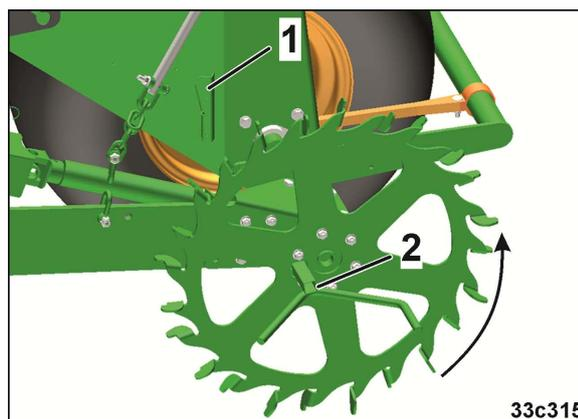

Fig. 53
5. Extraer la manivela de la posición de estacionamiento (Fig. 53/1) y encajar en el orificio rectangular de la rueda estrellada (Fig. 53/2).
6. Girar la rueda estrellada con la manivela de dispensado en el sentido de las manecillas del reloj (véase Fig. 53) hasta que se hayan llenado todas las cámaras de las ruedas dosificadoras y fluya un caudal de abono uniforme hasta el recipiente colector.